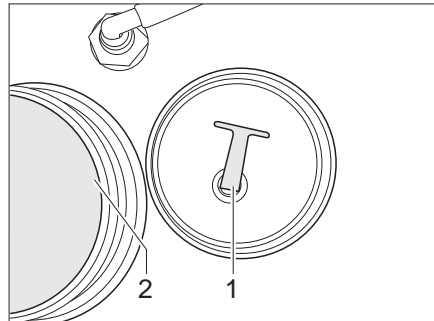

Bild 240 Propp
- Skruva ut proppen (Bild 240,1) ur utloppsöppningen (Bild 240,2).